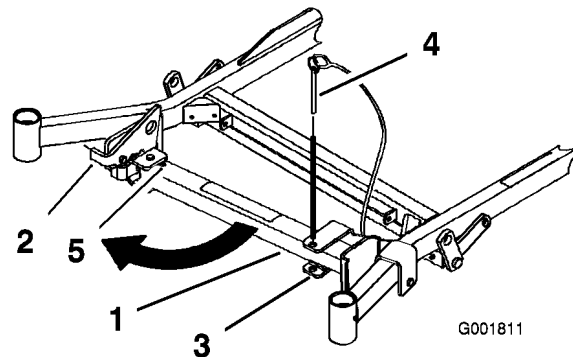
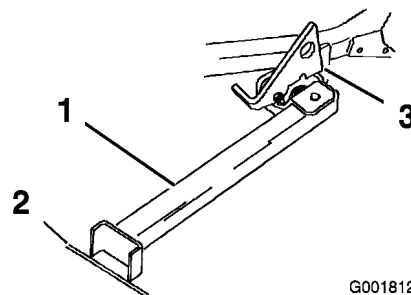

Figura 30
Figura 31
2. Togliete il perno dalla staffa (Figura 30).
3. Alzate il dispositivo di chiusura. Portate il piede del supporto sul davanti e spostate il supporto verso la macchina, nell'intaglio inferiore (Figura 30 e Figura 31).
4. Mettete a terra il piede del supporto ed appoggiate il dispositivo di chiusura sull'aletta orientabile (Figura 31).
- Nota:** Per ottenere risultati ottimali, appoggiate il piede del supporto nelle fessure del marciapiede o nel tappeto erboso (Figura 31).
6. Guidate sul supporto. Fermatevi quando il dispositivo di chiusura cade sull'aletta e si chiude (Figura 31). Una volta sul supporto, inserite il freno di stazionamento e spegnete il motore.
5. Riportate il supporto in posizione di riposo (Figura 30).